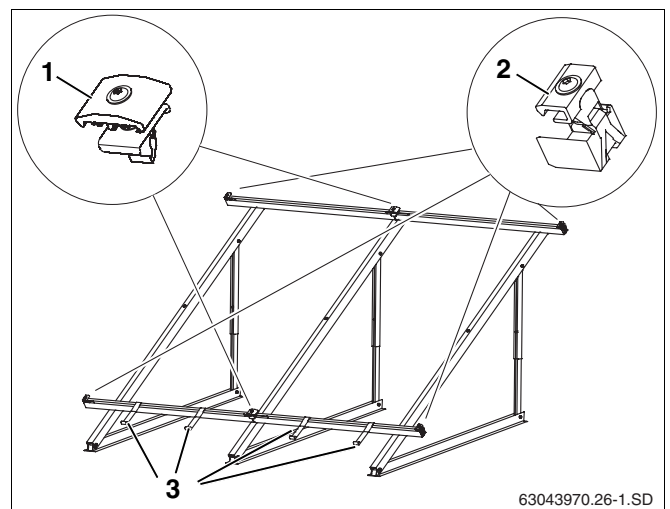

Fig. 42 Elementos de fijación del colector
La fijación de los colectores sobre los perfiles guía se realiza mediante los tensores unilaterales del colector (fig. 42, **pos. 2**) tanto al principio como al final de una fila de colectores y mediante los tensores bilaterales del colector (fig. 42, **pos. 1**) entre colectores.
Los seguros contra deslizamiento (fig. 42, **pos. 3**) evitan además que el colector resbale.